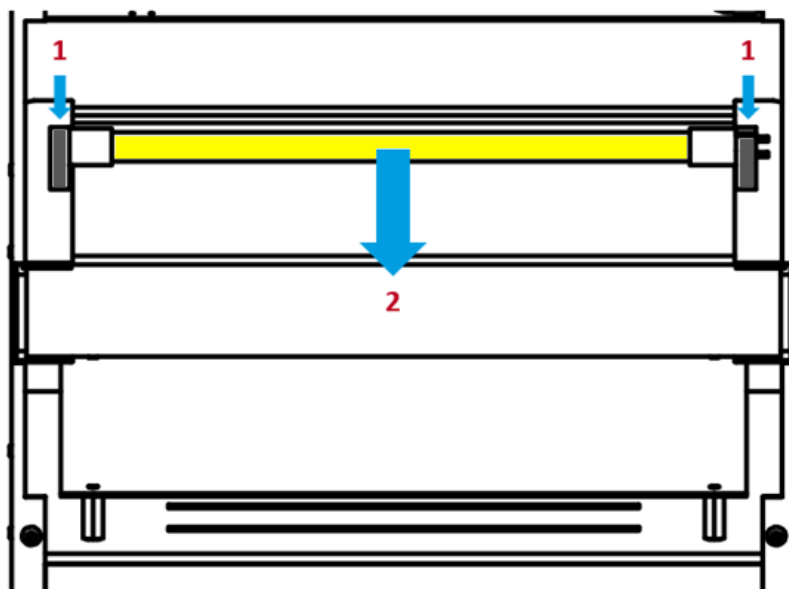

Abb. 5
3. Oberhalb des Filters befindet sich die UV-C-Lampe. Lösen Sie die Befestigungen rechts und links. (Abb. 5, Punkt 1)
4. Trennen Sie die Lampe vom Keramikstecker auf der linken Seite und entnehmen Sie die Lampe vollständig. (Abb. 5, Punkt 2)